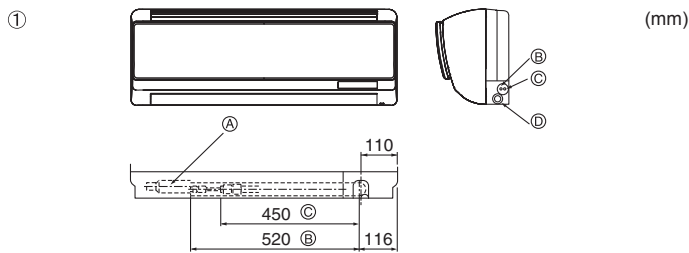

Fig. 4-2
① Anordnung der Kältemittel- und Ablassrohrleitungen (Fig. 4-2)
- (A) (Effektive Länge: 640)
- (B) Flüssigkeitsrohrleitung
- (C) Gasrohrleitung
- (D) Auslaufschauch